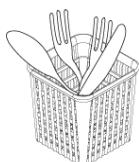

Abb. 24
- 3- Das Besteck ist senkrecht in den dafür bestimmten Behälter einzuordnen. (Abb. 24)